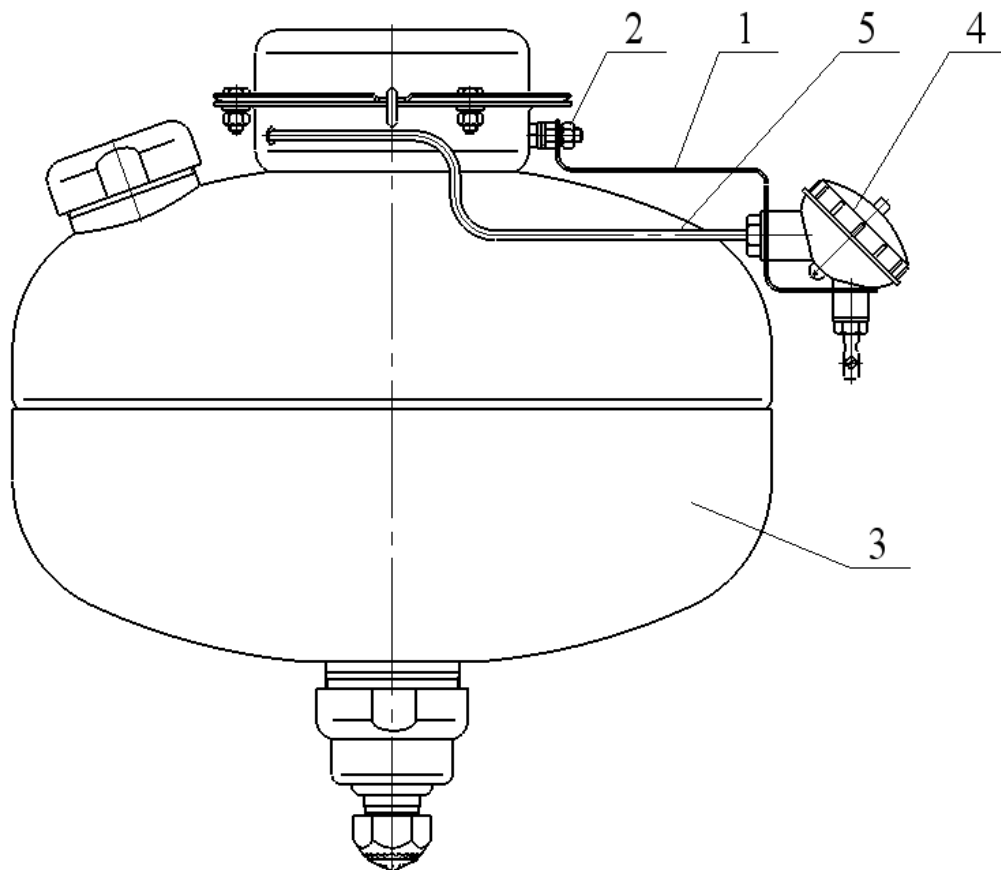
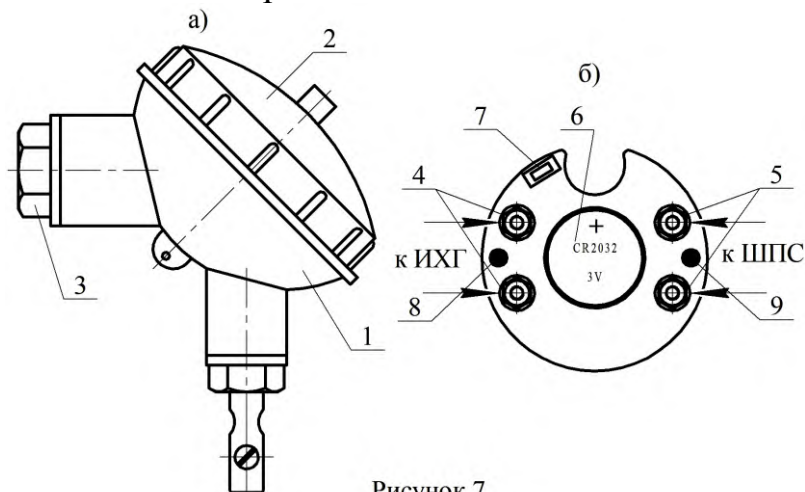

Рисунок 5
Рисунок 7
На кронштейне **1**, закрепленном гайкой **2** на фланце МУПТВ **3** (см. рисунок 5), установлен электронный узел запуска **4**. Вывода элемента электропускового **5** ИХГ, вставленные в трубку, через гермоввод соединены с электронным узлом запуска **4**.
6.8.2 Гайкой 2 (см. рисунок 5) закрепить на корпусе МУПТВ кронштейн 1.
6.8.3 С корпуса 1 электронного узла запуска (см. рисунок 7) отвернуть крышку 2 и винт 3. Через отверстия винта 3 (см. рисунок 7) и кронштейна 1 (см. рисунок 5) в гермоввод электронного узла запуска ввести провода элемента электропускового ИХГ и при необходимости ШПС. Винтом 3 (см. рисунок 5) закрепить на кронштейне электронный узел запуска.